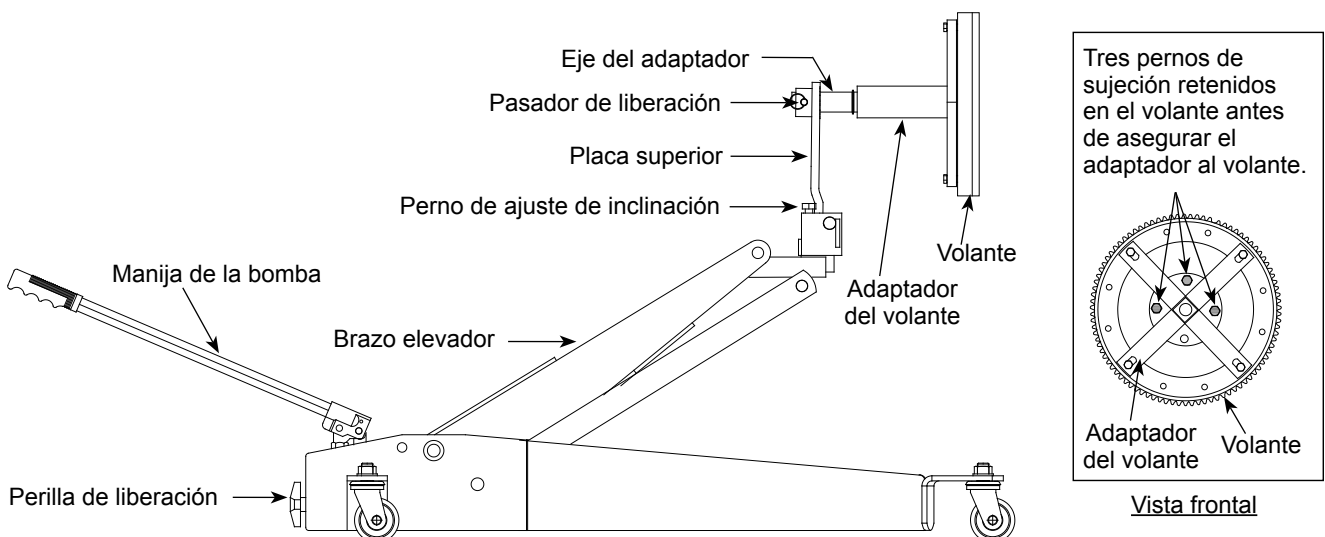

Figura 4: ilustración operativa del adaptador del volante
La manija del embrague está diseñada para quitar e instalar el embrague/volante. Uso específico: para quitar, instalar y trasladar (en la posición más baja) tanto embragues como volantes de 14" (35,56 cm) y 15-1/2" (39,37 cm). Los dos tamaños de portabarrenas más comunes, de 1-3/4" (4,45 cm) y 2" (5,08 cm) de diámetro, vienen incluidos con este producto. La placa superior permite colocar el embrague en posición horizontal para despejar la zona inferior al vehículo o vertical para la instalación y desinstalación. El manguito del portabarrenas se puede girar 360 grados de lado a lado e inclinar verticalmente para lograr una alineación precisa del embrague. El modelo 40501 está diseñado para usarse en conjunto con la manija del embrague Omega 40500 únicamente. Antes de usar, consulte la Figura 4 para cerciorarse de que todas las piezas estén incluidas.
1. Quite todos los pernos que sujetan el volante (pernos del volante al eje de la manivela) excepto los tres pernos que están señalados en la Figura 4.
2. Instale el adaptador del volante como se muestra en la Figura 4. Cierre totalmente la perilla de la válvula de liberación. Bombeo la manija para levantar el brazo elevador y alinee el adaptador del volante con el volante utilizando el perno de ajuste de inclinación.
1. Cierre la perilla de la válvula de liberación, bombee la manija y levante el volante a la posición que se muestra en la Figura 4 para la instalación. Ajuste el volante utilizando el perno de ajuste de inclinación para alinear el volante con el eje de la manivela.